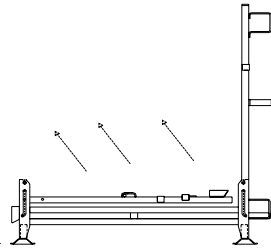
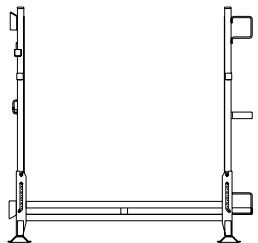

FIGURA 2
FIGURA 3
2.- LEVANTAR LA PUERTAS Y ENCAJAR EN LA CORREDERA TAL Y COMO INDICA LA FIGURA 2. COMPRUEBE QUE HA QUEDADO BIEN ENCAJADO (FIGURA 3).